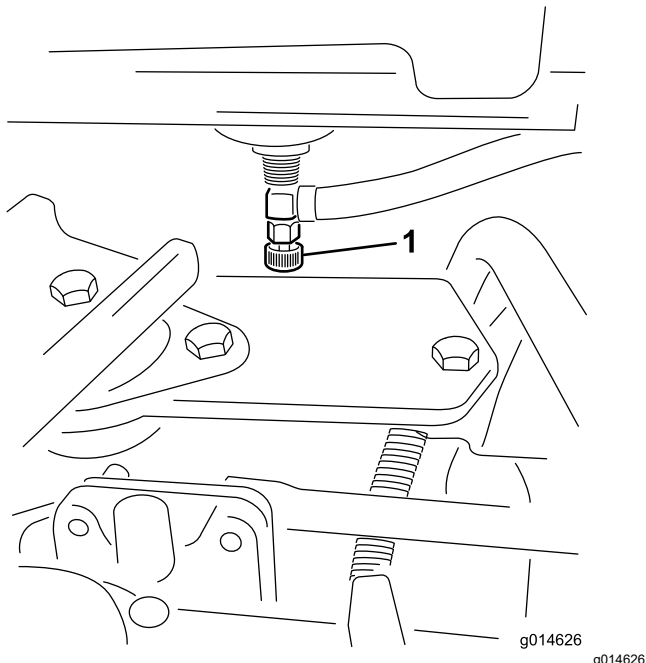

Figura 38
1. Închideți ventilul de închidere combustibil (**Figura 38**) de sub rezervorul de combustibil.